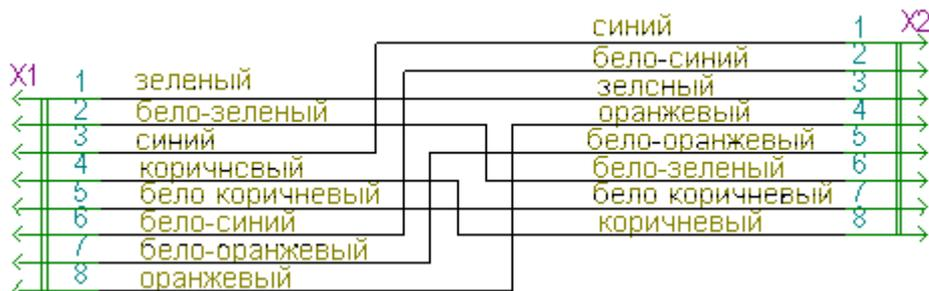
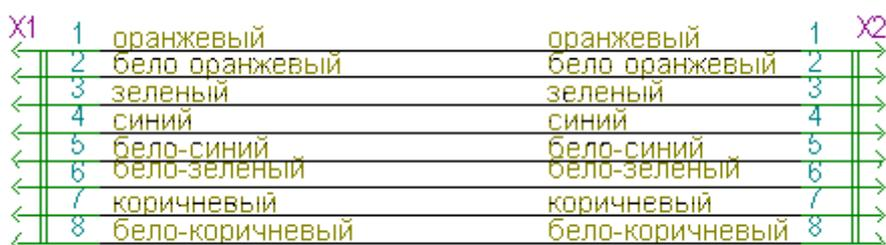
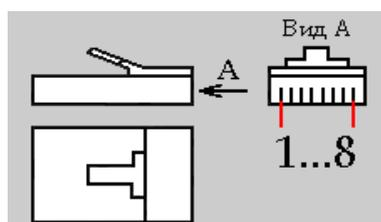

Рис. 9 Кабель для прямого соединения сервисного ПК и RNG-360. Схема электрическая
Рис. 10 Кабель для подключения RNG-360 к коммутатору локальной сети. Схема электрическая
Рис. 11 Нумерация контактов разъема RJ-45
Сетевые кабели в комплект поставки не входят и изготавливаются на месте. При самостоятельном изготовлении кабеля необходимо руководствоваться рекомендациями настоящего параграфа, а также Рис. 9 и Рис. 10:
Длина кабеля не должна превышать 100 метров. Нумерация контактов разъема RJ-45 показана на Рис. 11.
3. Аккуратно разведите, расплетите и выровняйте проводники. Выровняйте их в один ряд, соблюдая цветовую маркировку согласно Рис. 9 или Рис. 11. Проводники должны располагаться строго в один ряд, без нахлестов. Удерживая их одной рукой, другой ровно обрежьте проводники так, чтобы они выступали над внешней изоляцией кабеля на 8-10мм.